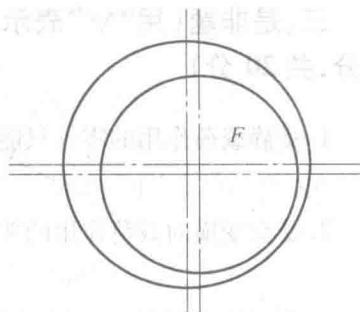

图3
2. (5分) 图3为一液体润滑滑动轴承, 请分析并在图中标明: (1) 轴的旋转方向转向; (2) 偏心距 e ; (3) 最小油膜厚度 $h_{\min}$; (4) 油膜压力分布。